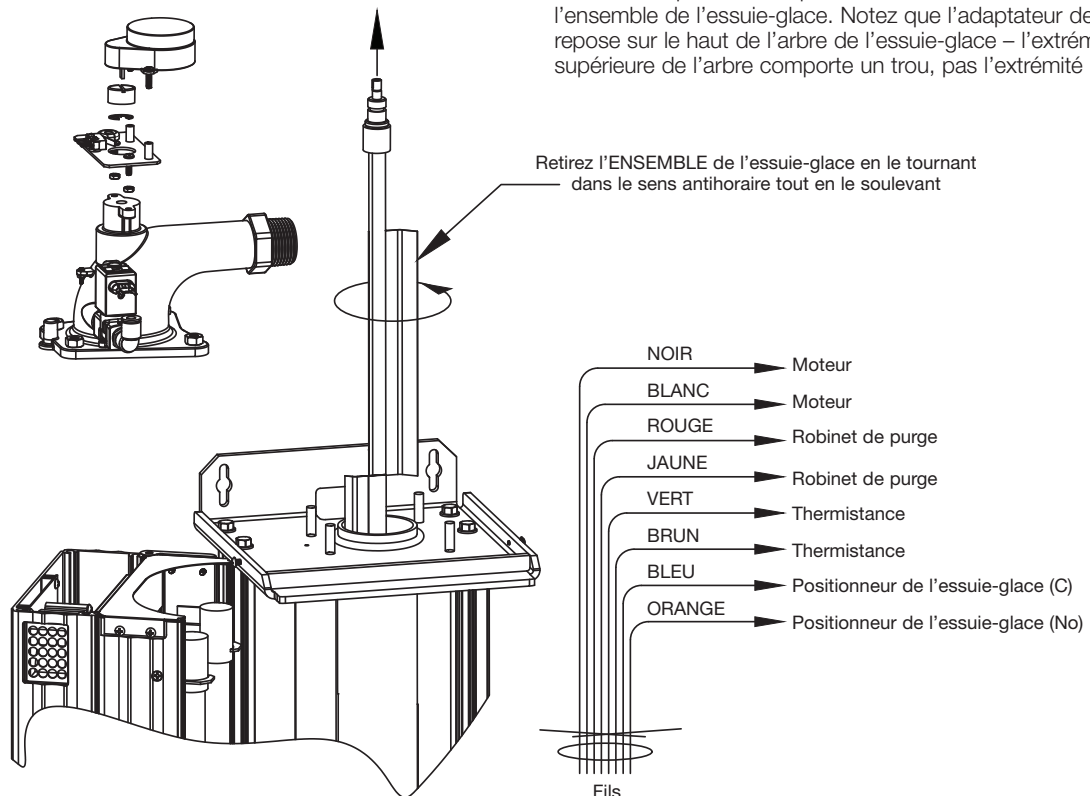

Figure 7-6
12. Appuyez sur l'arbre de l'essuie-glace et retirez le collecteur montant supérieur (Figure 7.6) en le soulevant à la verticale pour désengager l'axe de l'essuie-glace. L'adaptateur de l'axe doit rester sur le dessus de l'axe. Repérez l'encoche sur laquelle s'ajustent les lames de l'essuie-glace – l'encoche est alignée avec les lames.